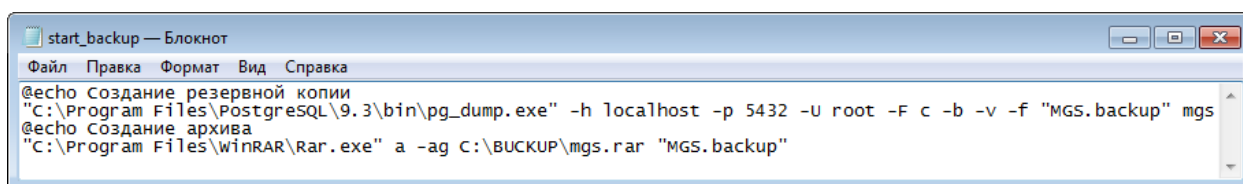

Рисунок 9.23 — Образец содержания командного файла с модулем для создания архива
- Добавьте в командный файл текст по приведенному ниже образцу, дополнительно к введенному ранее тексту (см. рисунок 9.23).